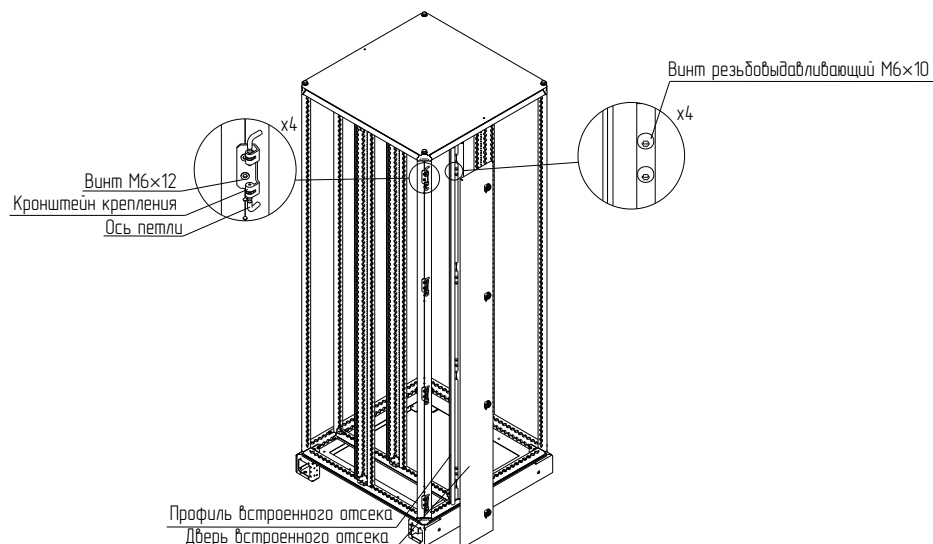

Рисунок 101
4.34.5 Закрепить петли на каркасе на левой или правой стойке/профиле. На рисунке для примера изображено левое крепление петель (рисунок 101). Для крепления использовать винты М6×12. Момент затяжки – 7 Н·м.